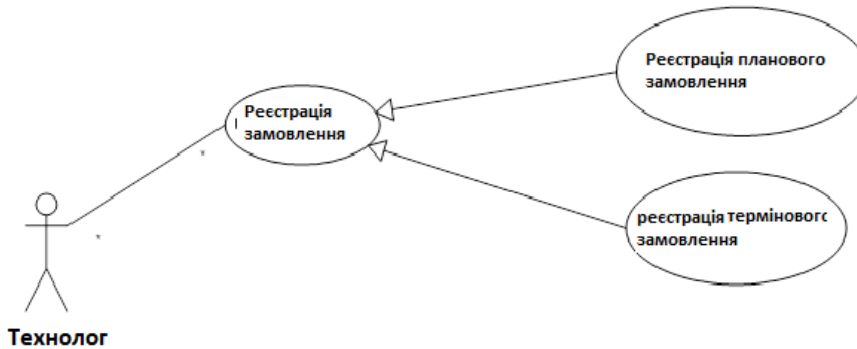

Рис. 1. Узагальнення варіантів використання реєстрації замовлення.
1. Варіанти використання «Реєстрація замовлення» і «Реєстрація термінового замовлення» не містять принципових відмінностей і виконуються зазвичай технологами, тому було прийнято рішення ввести новий варіант використання «Реєстрація стандартного замовлення», залишити прецедент «Реєстрація замовлення», як основний, узагальнюючий знову введений прецедент і прецедент «Реєстрація термінового замовлення» (див. рис. 1).